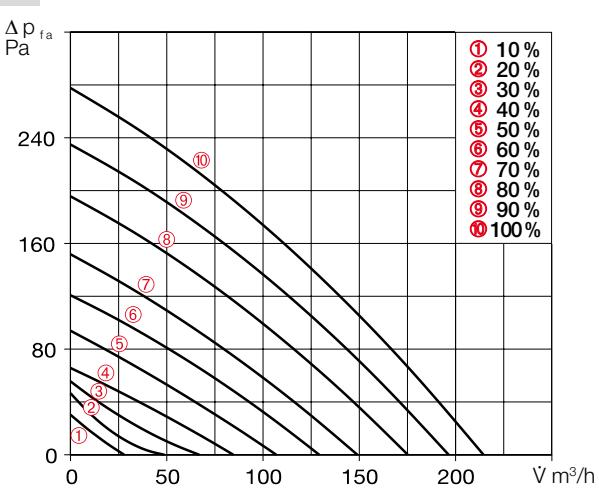
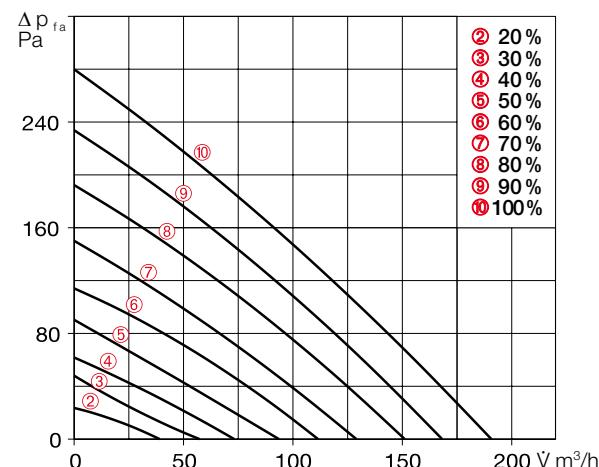
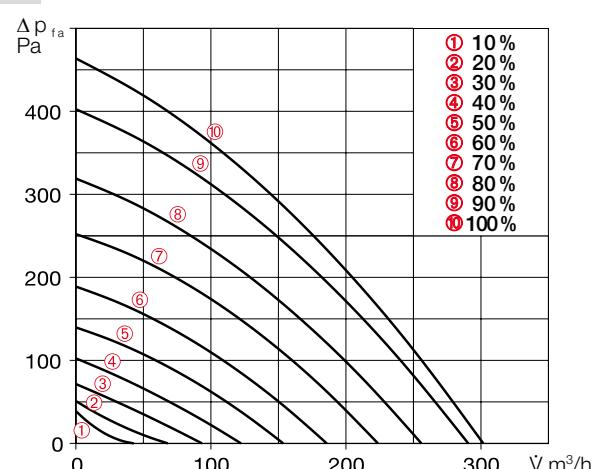

Abb. 23
Abb. 25
Abb. 27
5. Die ermittelten Differenzdrücke der Ab- und Fortluftmessung in die Kennlinie des Gerätes für Abluft (s. Abb. 23, Abb. 25, Abb. 27 und Abb. 29), entsprechend der im Lüftungsprofil hinterlegten Ventilatorleistungen, eintragen (vgl. Abb. 31 und Abb. 32).